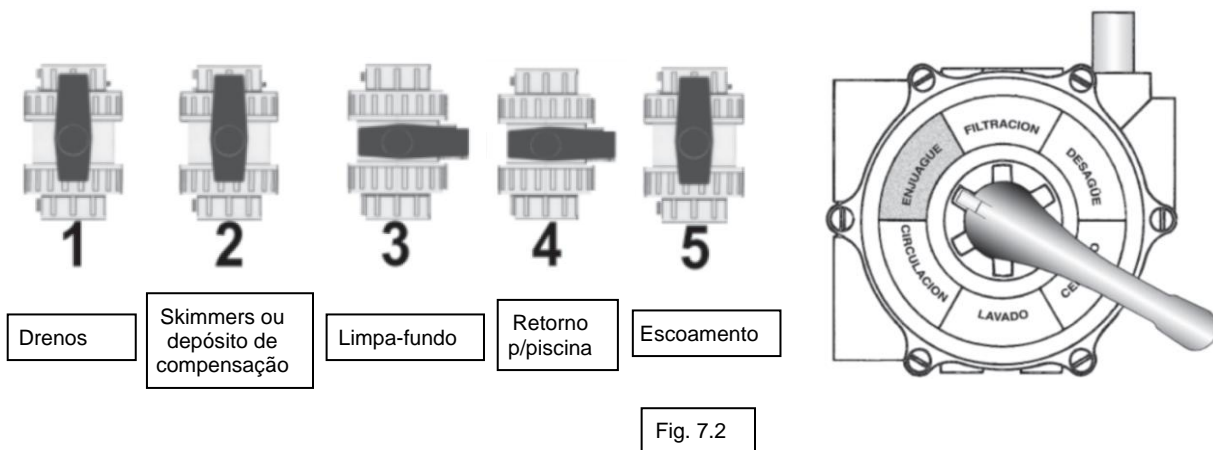

Fig. 7.2
- Parar a bomba e colocar as válvulas na posição indicada na Fig. 7.2.